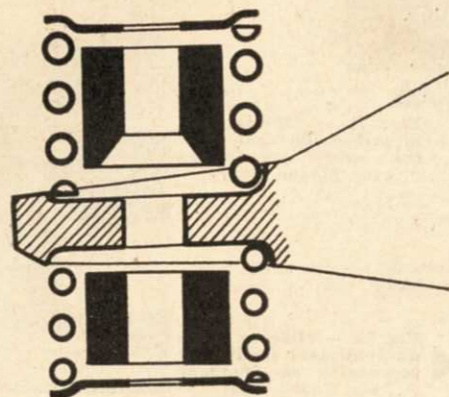

Fig. 81. — Fixation et suspension du nez de boîte de vitesses
• Remonter les ressorts de suspension du nez de la boîte (ressort en fil de gros diamètre en haut) et les tampons en caoutchouc suivant croquis (fig. 81).